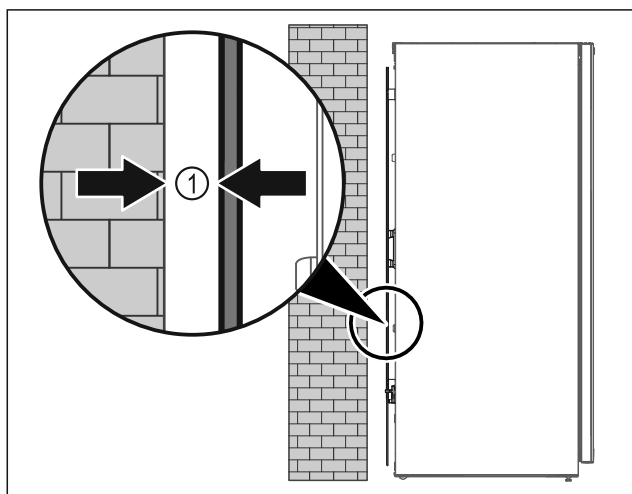

Fig. 37
- ▶ Aparat postavite na poljubno mesto v prostoru ali neposredno ob steno z minimalnim odmikom 5 mm Fig. 37 (1).